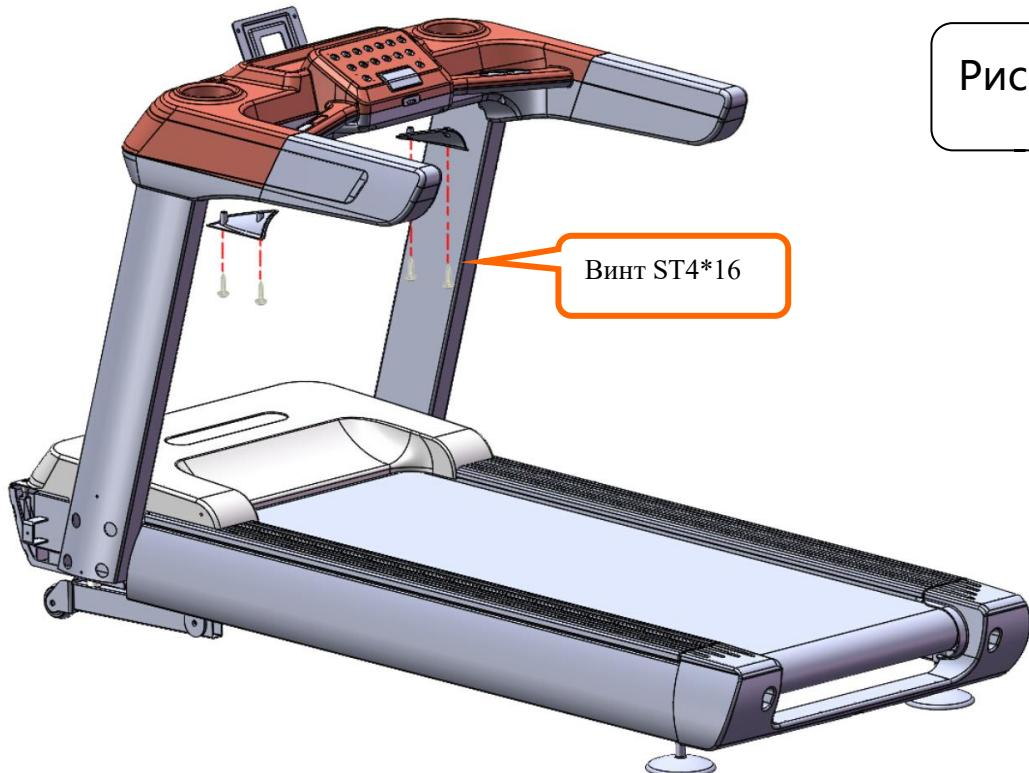

Рис.8
8. Вставьте 4 винта ST4\*16 в отверстия нижней декоративной накладки консоли. Используйте комбинированный ключ, чтобы зафиксировать накладки (Рисунок 8).